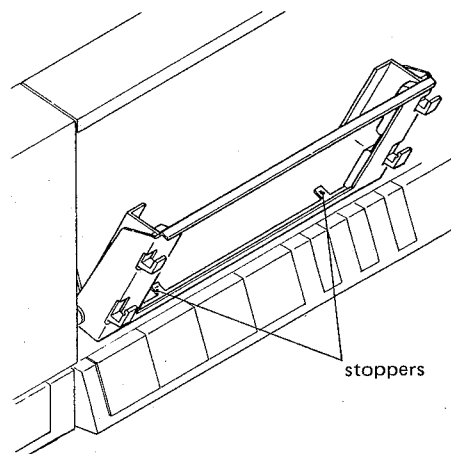

Fig. 4-9
Notes: • Head check jig A should be inserted with its edge set on the stoppers at the bottom of the cassette holder (Fig. 4-9).
• ヘッド治具Aはその底端部がカセット・ホルダのストッパにて支持されるように入れること (図4-9)